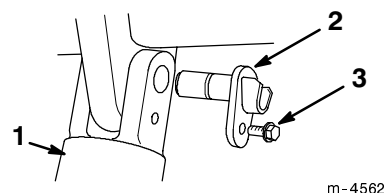

Abbildung 5
- Die Schraube entfernen, mit der der obere Kippzylinderstift befestigt ist (Abb. 5).